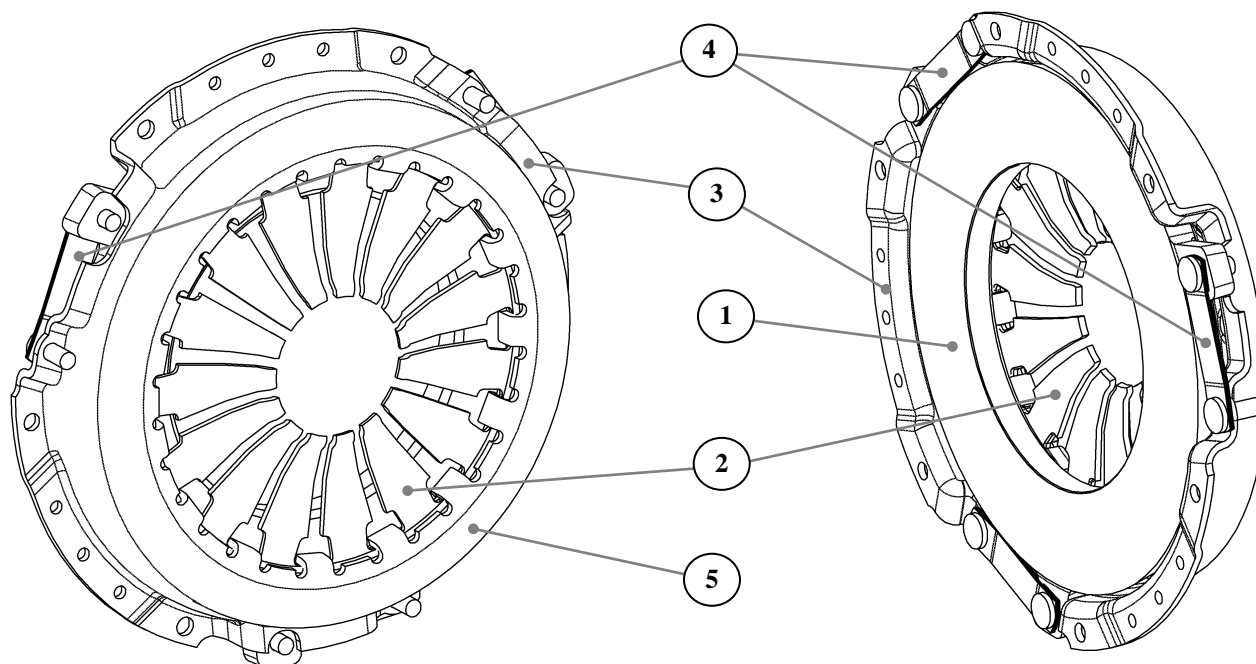

Рис.85. Нажимной диск сцепления. Общий вид:
**Нажимной диск в сборе** (рис.85) состоит из кожуха, диафрагменной нажимной пружины, нажимного диска и пластинчатых пружин.